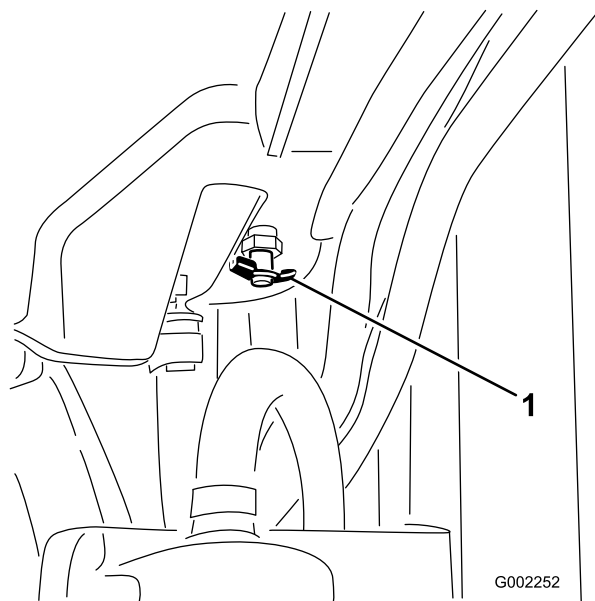

Рисунок 91
4. Откройте сливной клапан и слейте охлаждающую жидкость в сливной поддон (Рисунок 91).
5. Закройте сливной клапан (Рисунок 91).